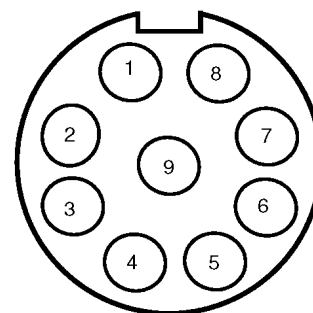

Figure 3 : TMA-3B3 LV radar connector - Weipu SP1712/P9
La distance de détection maximale D comme indiqué sur la Figure 3 est de 4 m. À une valeur de déport (O) de 0 m, la largeur maximale de la piste cyclable est égale à 4 mètres, ce qui est dans ce cas particulier égal à la distance maximale D.